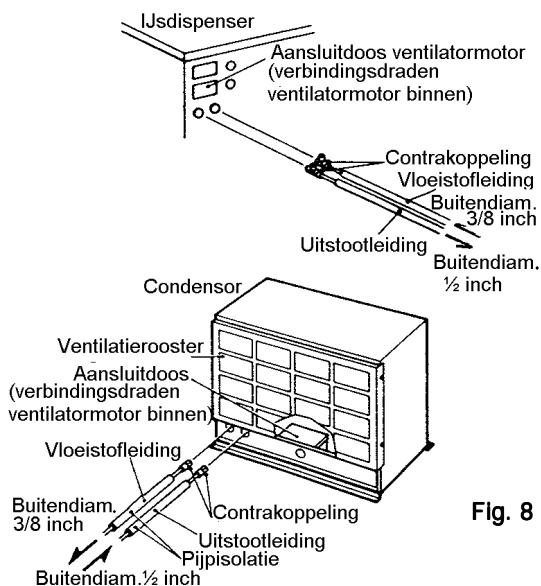

Fig. 8
- 3) Installeer voldoende lengte van de twee koperen buizen tussen de ijsdispenser en de condensator. Voorgevulde buizen zijn voorzien van Aeroquip koppelingen. Vermijd overmatige lussen en kronkels om te voorkomen dat de olie kan blokkeren of de buis kan beschadigen. Beide buizen dienen altijd apart geïsoleerd te worden. Zie fig. 8.